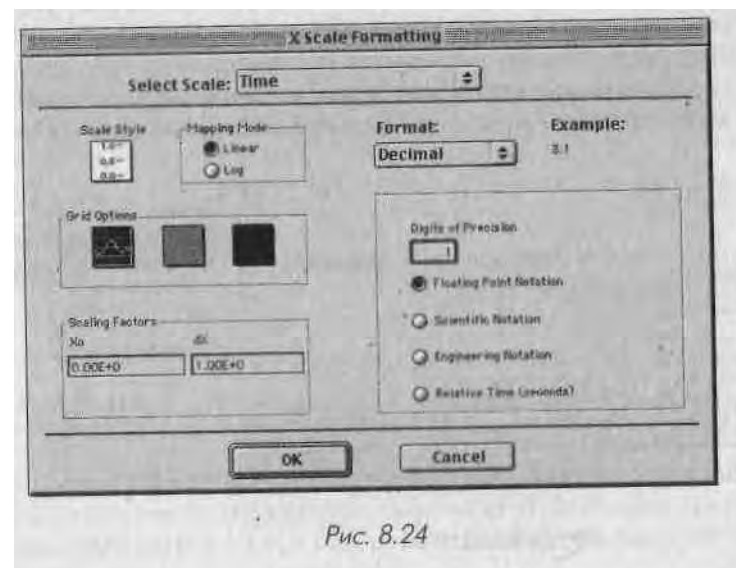

Рис. 8.24
Опция **Задание формата** (Formatting) выводит диалоговое окно, показанное на рис. 8.24, которое позволяет настроить следующие параметры:
- опция **Выбор шкалы** (Select Scale) - выпадающее меню, позволяющее выбрать шкалу, которую вы изменяете, по имени. На рис. 8.24 можно видеть, что шкала X названа «Time»;